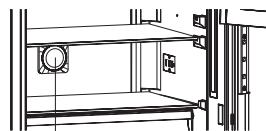

Fig 1
sollevare il lato anteriore del balconcino (1) e spostarlo in alto o in basso (2) tenendolo con entrambe le mani (Fig 1)